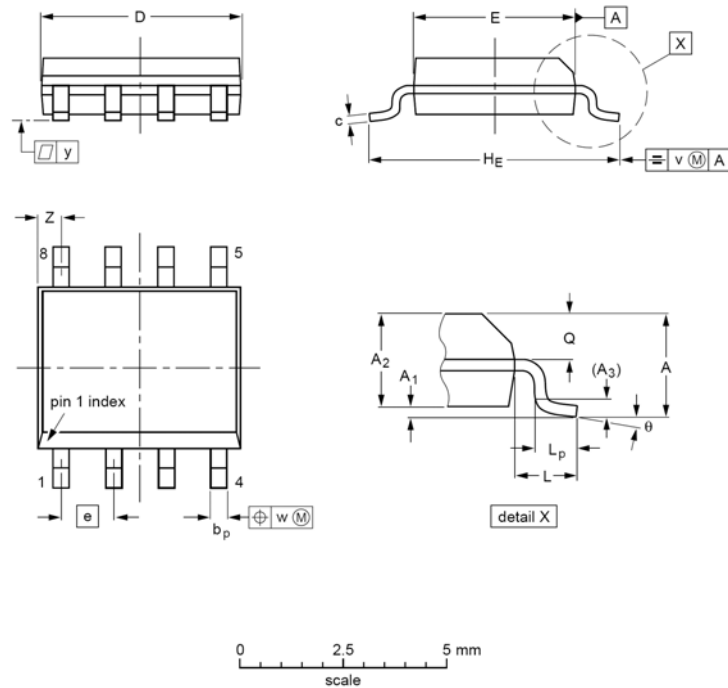

图 21 SO-8
- SOP8——8 脚塑料小形封装，片体宽度 3.9mm，管脚间距 1.27mm（50mil），参见图 21。
表 32 图 21 的尺寸说明（英寸数是从毫米尺寸换算出来的）